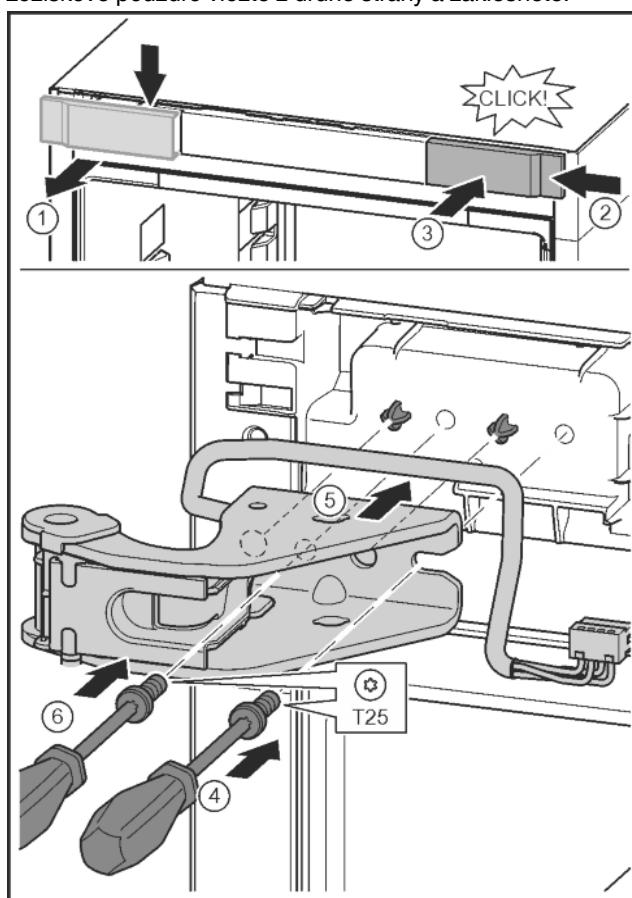

Fig. 31
- Kryt uvolněte a sejměte do strany. Fig. 31 (1)
- Kryt otočený o 180° zavěste na druhé straně zprava. Fig. 31 (2)
- Zaklapněte kryt. Fig. 31 (3)
- Šroubovákem T25 nasadte šrouby. Fig. 31 (4)
- Nasadte horní stojan ložiska. Fig. 31 (5)
- Utáhněte šroub. Fig. 31 (4)
- Šroubovákem T25 vložte šroub a utáhněte. Fig. 31 (6)